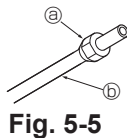

Fig. 5-5
5.2.3. Stavljanje matice (Fig. 5-5)